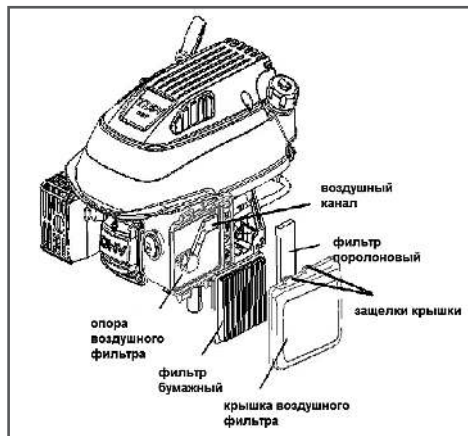

Рис. 19 Конструкция воздушного фильтра
1. Снимите крышку воздушного фильтра (Рис. 19).